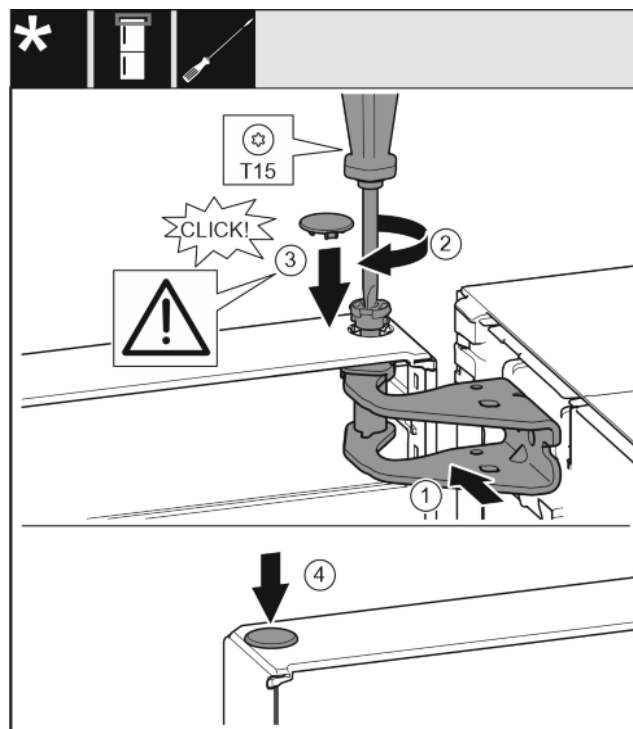

Fig. 17
- ▶ Выровняйте дверь сверху по отверстию в опорном кронштейне. Fig. 17 (1)
- ▶ Вставьте палец и затяните отверткой T15. *Fig. 17 (2)*
- ▶ Установите предохранительную крышку для защиты двери: Вставьте предохранительную крышку и проверьте, прилегает ли она к двери. В ином случае вставьте палец полностью. *Fig. 17 (3)*
- ▶ Вставьте заглушку. *Fig. 17 (4)*